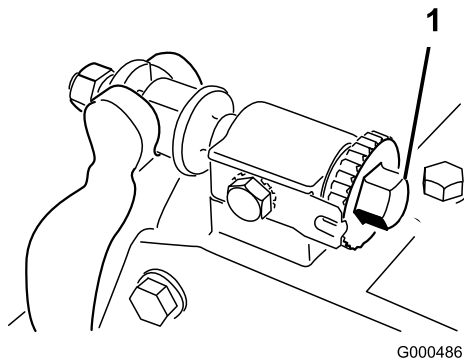

Figure 11
1. Tournez les vis de réglage de la barre d'appui dans le sens antihoraire pour vérifier qu'elle ne touche pas le cylindre (Figure 11).